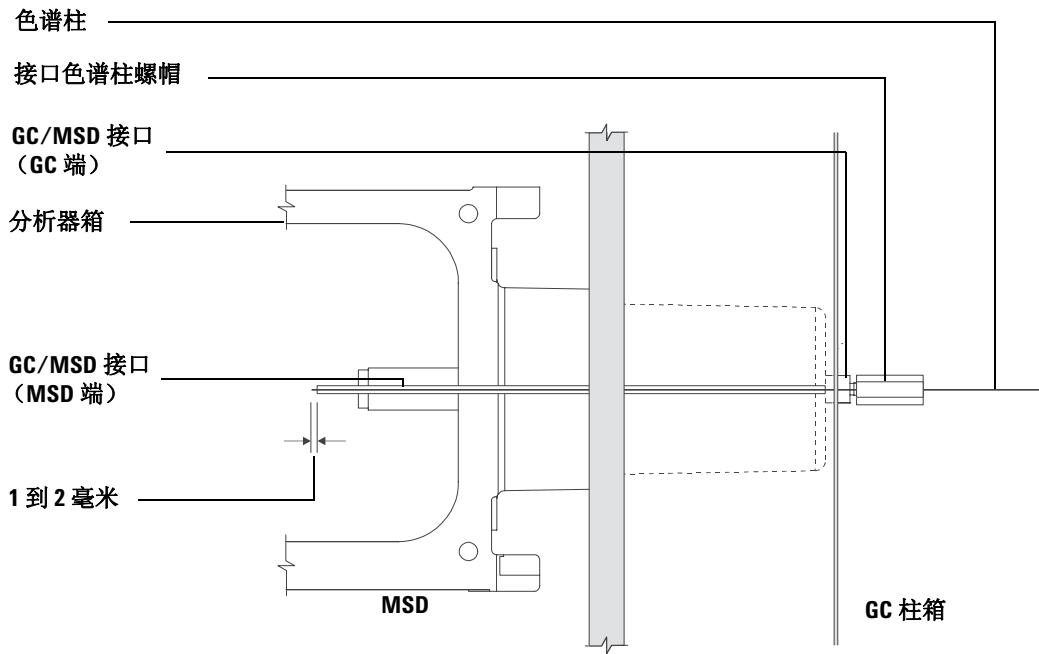

图 11 MSD - GC 色谱柱连接
- 10 调整色谱柱, 这样它将伸入到分析器箱 (越过了 GC/MS 接口) 1 ~ 2 毫米, 并用手拧紧螺帽。请参阅图 11。